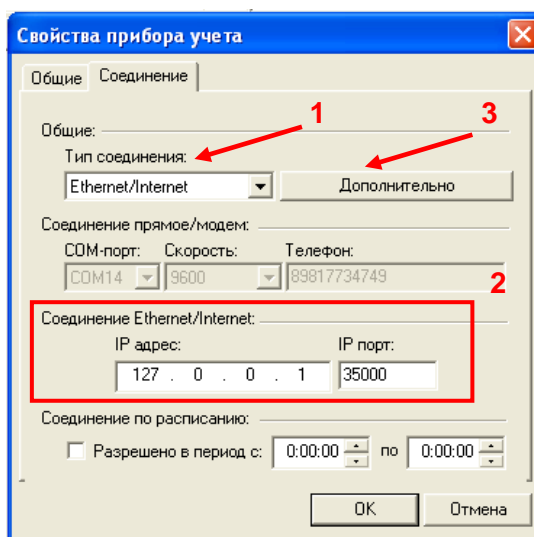
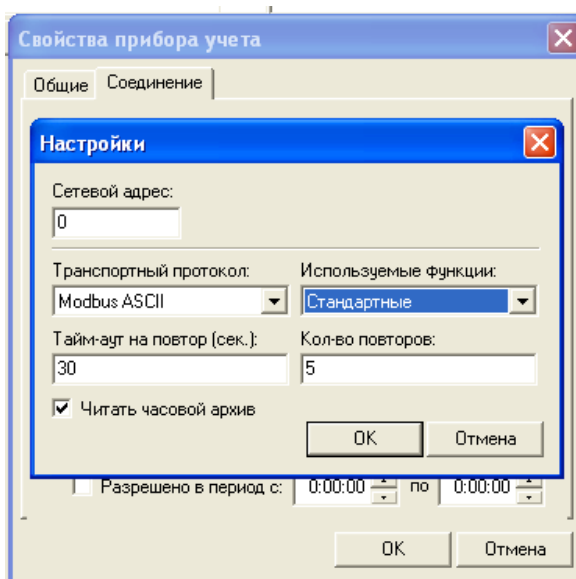

Рис. 4.7 Программа «Архиватор» — окно «Свойства прибора учета» — Соединение
Рис. 4.8 Программа «Архиватор» — окно «Настройки»
1. В окне **Свойства прибора учета** откройте вкладки **Соединение**. В выпадающем списке параметра **Тип устройства** выберите **Ethernet/Internet** (см. 1, Рис. 4.7).
2. В блоке **Соединение Ethernet/Internet** (см. 2, Рис. 4.7) задайте локальный IP-адрес адаптера Ethernet и номер IP-порта.
3. Нажмите **Дополнительно** (см. 3, Рис. 4.7) – откроется окно **Настройки** (см. Рис. 4.8). В выпадающем списке параметра **Транспортный протокол** выберите MODBUS ASCII. Задайте параметр **Таймаут на повтор** равным 30 сек, параметр **Кол-во повторов** – равным 5. Нажмите **Ок**.